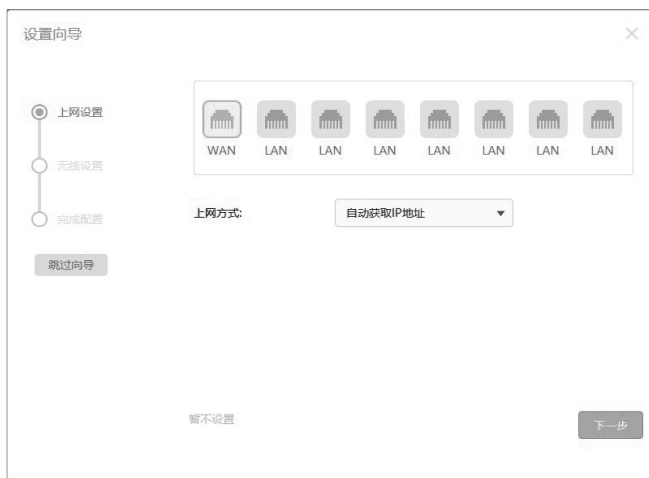

图4-7 上网方式-自动获取IP
2)如果上网方式为动态IP，如图4-7所示，即可以自动从网络服务商处获取IP地址，不需要填写任何内容。